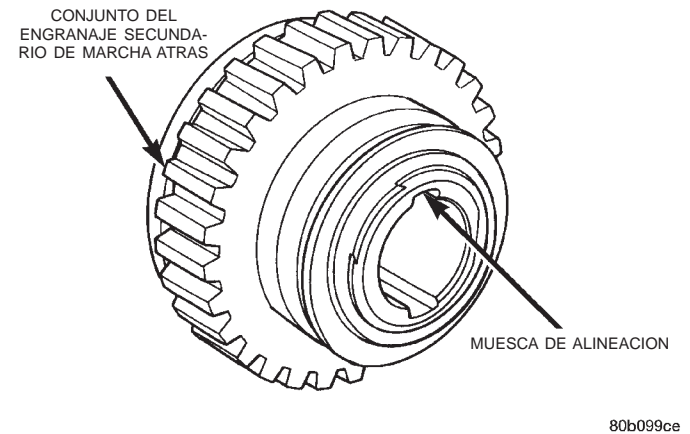

Fig. 91 Alineación del pasador del eje del engranaje secundario
(34) Alinee el pasador con la muesca de alineación de la ranura del conjunto del engranaje secundario de marcha atrás (Fig. 91). La muesca de alineación de la pista de rodamiento/maza del engranaje secundario de marcha atrás es un pequeño corte en relieve sobre una de las ranuras longitudinales principales. Asegúrese de que el pasador se alinee con la ranura correcta. La ranura opuesta tiene un orificio de drenaje de aceite en la que puede caer el pasador. El conjunto se bloqueará entonces en el eje y será necesario desensamblarlo para desmontarlo.